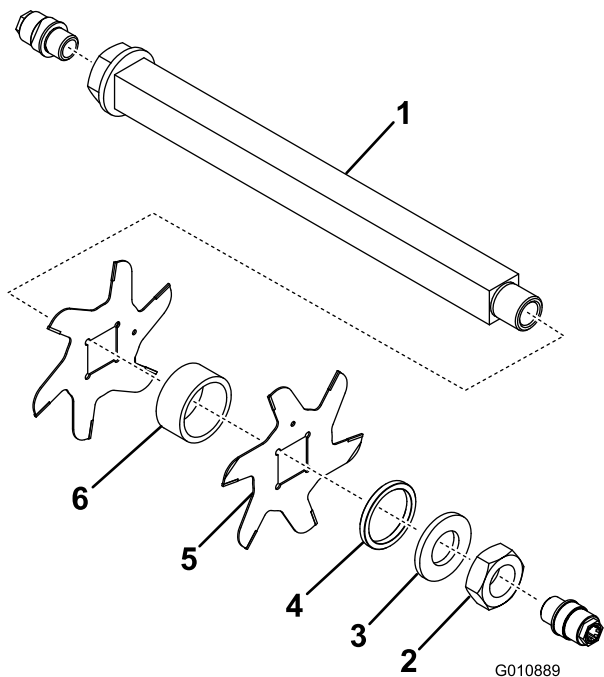

Рисунок 11
3. Извлеките небольшой разделитель, шайбу, ножи и большие разделители. Очистите и смажьте квадратный вал небольшим слоем смазки, чтобы облегчить сборку (Рисунок 11).